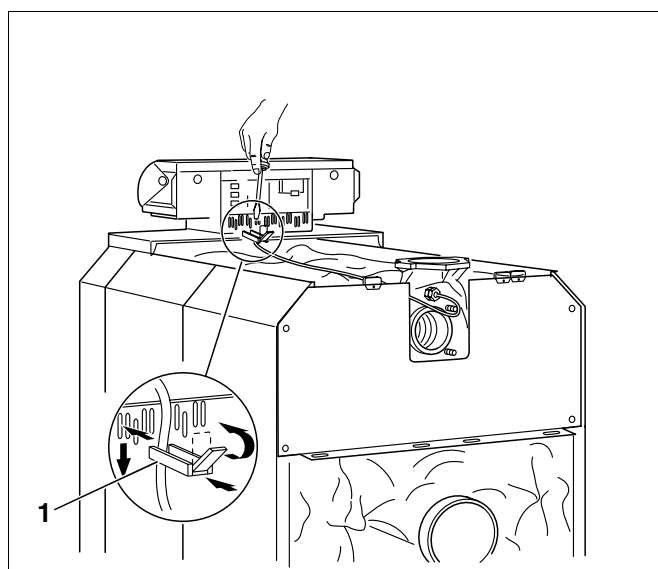

Fig. 64 Fastgørelse af elektriske forbindelsesledninger
- Sæt kabelspændebåndene med isat ledning i spændebåndsrammen, og fikser dem ved at vippe fligen over (fig. 64, **pos. 1**).